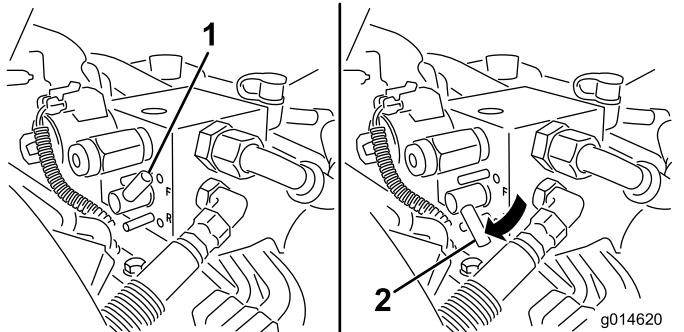

Figura 51
- Rode a alavanca de retificação para a posição PARA TRÁS (R) (Figura 51).